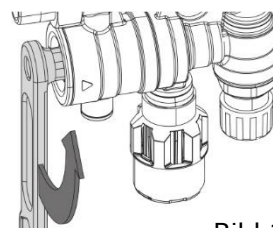

Bild 1
- ◆ Öffnen Sie den Verschluss-Stopfen mit dem Schlüssel (siehe Bild 1).